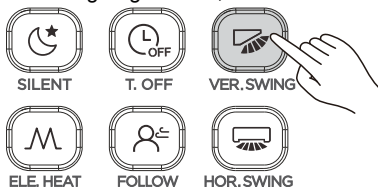

Abbildung 3.11
① Bei eingeschaltetem Gert. Drcken Sie  (siehe Abbildung 3.11). Beim Aktivieren des vertikalen Schwenks leuchtet das Symbol  und das Signal wird zum Innengert gesendet;